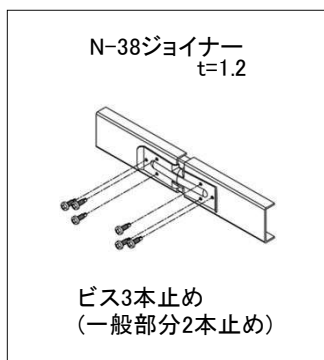

図 2-19 ブレース直下の野縁受けジョイント
- ・ブレース直下の野縁受けジョイントは、φ4ビス(6本)で止め付ける。(図2-19参照)